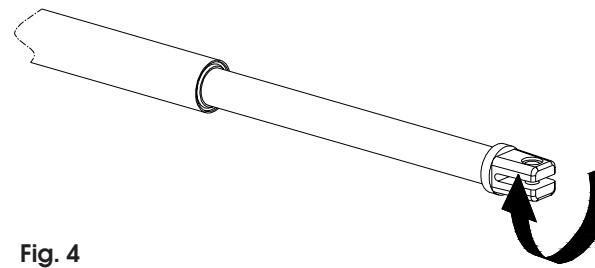

Fig. 4
- 4) Sortir complètement la tige jusqu'en butée (fig. 4).
- 6) Tourner la tige de l'opérateur d'un demi/tour en sens horaire (fig. 4).